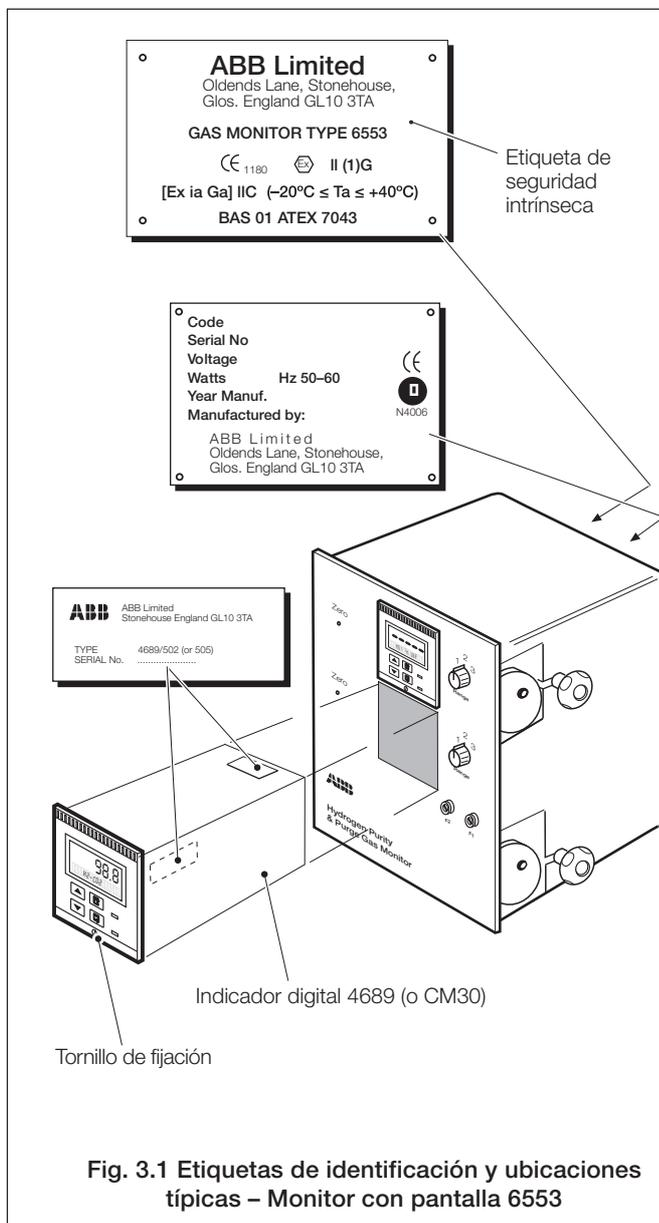

Fig. 3.1 Etiquetas de identificación y ubicaciones típicas – Monitor con pantalla 6553
3.1.1 Panel con pantalla Modelo 6553 (Fig. 3.1)
Nota. La ubicación de la etiqueta de identificación en el indicador digital 4689 (o CM30) se muestra también en la Fig. 3.1.